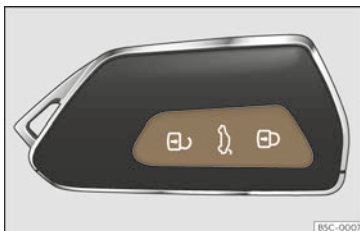

Abb. 77 Funkschlüssel: Tasten
- Verriegeln: Drücken Sie die Taste  >>> (Abb. 77).